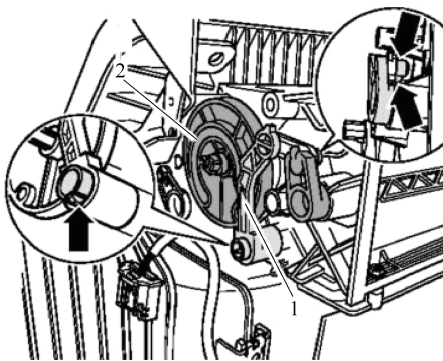

图 11-3-10 拆卸空气内循环风门
① 拆卸新鲜空气和空气内循环风门及速滞压力风门伺服电动机 V425 和新鲜空气/循环空气、速滞压力风门伺服电动机电位计 G644。
② 从调整杆 1 上松开卡扣(箭头处)。
③ 从拉索凸轮 2 上拆下调整杆 1。
④ 从进气管外壳上拉出拉索凸轮 2，如图 11-3-10 所示。